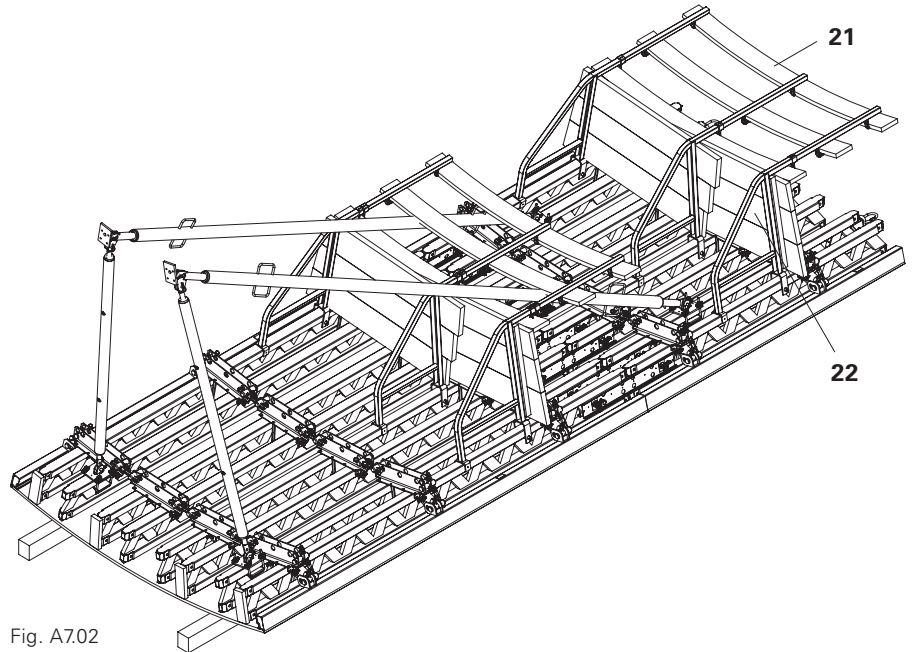

Fig. A7.02
1. Colocar tablonces de plataforma (22) en todo el ancho de la consola y asegurarlos para que no se desplacen. Fijar desde abajo con tornillos Torx 6 x 40.
2. ¡Colocar tablas de protección lateral (21) y rodapie y fijar con clavos o tornillos!
4. Adaptar plataformas, protección lateral y rodapie a los estabilizadores. (Fig. A7.02)